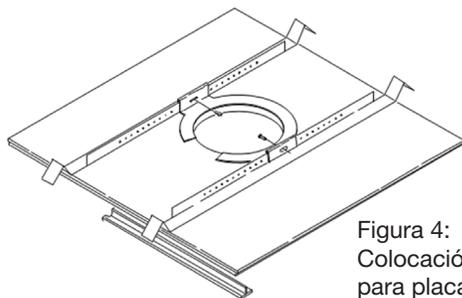

Figura 4:
**Techos suspendidos:** introduce el anillo en C por el orificio recortado en la placa del techo (o colócalo en su lugar desde arriba del techo, si hay acceso). Coloca el anillo en C alrededor del orificio con las pestañas situadas como se muestra en la figura 4. Introduce los rieles para placas por el orificio cortado en la placa del techo. Fija los dos rieles en las dos pestañas de la placa en C y alinea los rieles de forma que los extremos se extiendan **SOBRE** la rejilla del canal en T en el lateral de la placa. Asegura los rieles en las pestañas del anillo en C al introducir un tornillo por cada pestaña en el riel. Todo esto se puede conseguir desde debajo de la placa del techo, de ser necesario.